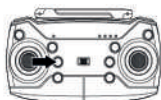

рис. 1
1. Нажмите на кнопку 11 (Старт одной кнопкой) на пульте управления (рис.1)
1. Нажмите на кнопку 11 (Старт одной кнопкой) на пульте управления (рис.1).